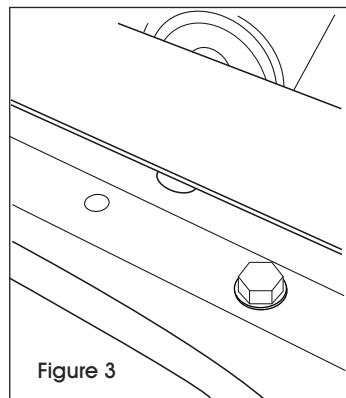

Figure 3
3. Insérez deux boulons avec rondelles fendues dans les trous de boulons alignés et serrez à la main avec des écrous et des rondelles pour sécuriser. Répétez l'opération de l'autre côté. Lorsque tout est bien fixé, serrez le tout à l'aide de la clé. (Voir Figure 3)